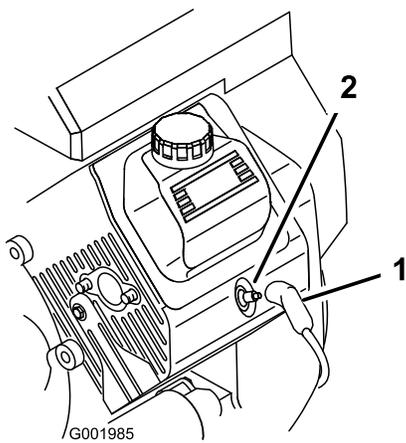

Bild 45
3. Ziehen Sie die Kabel von den Zündkerzen ab (Bild 45).
3. Stecken Sie die Kabel auf die Zündkerzen (Bild 45).